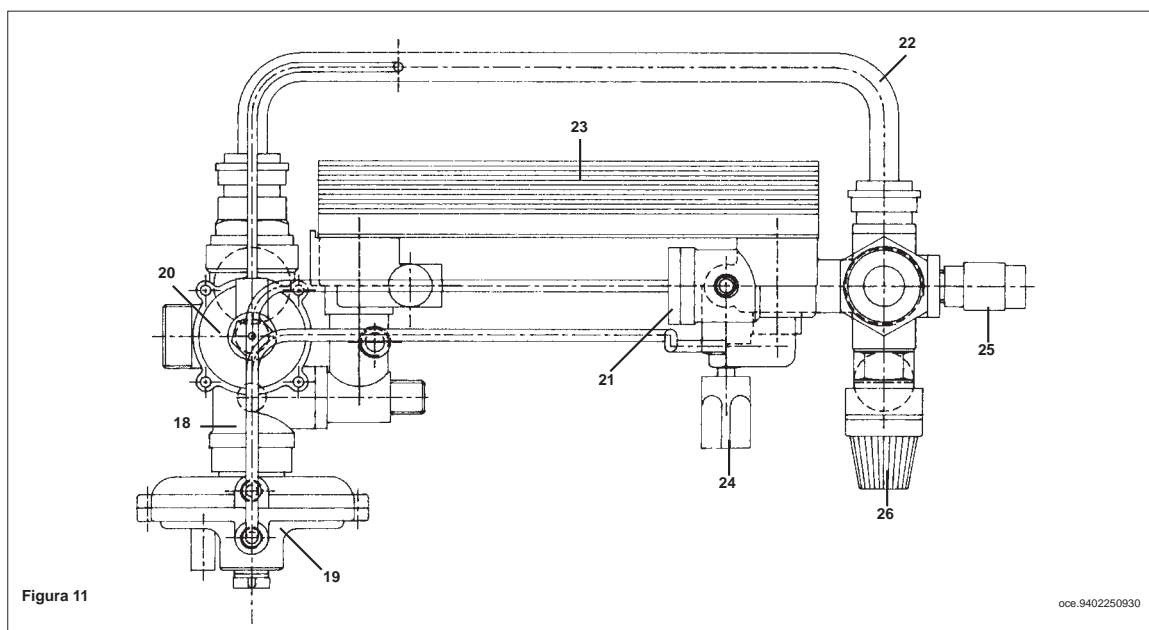

Figura 11
- svuotare l'impianto, se possibile limitatamente alla caldaia, **mediante l'apposito rubinetto di scarico** (25 figura 11 a pagina 29);
- *vaciar la instalación, posiblemente sólo la caldera, por medio del especial grifo de desagüe (25 figura 11 en página 29);*
- togliere i due tubetti di collegamento (figura 11 a pagina 29) tra il gruppo precedenza sanitario (19) ed il sensore di flusso (21);
*La caldera está provista de dos filtros agua fría: uno está situado en el grifo entrada agua fría (14), el otro en el grupo hidráulico. Generalmente es suficiente limpiar sólo el primero. Para la limpieza del filtro situado en el grupo hidráulico, obrar como descrito a continuación:*
- *remover los dos tubitos de conexión (figura 11 en página 29) entre el grupo de precedencia sanitario (19) y el sensor de flujo (21);*